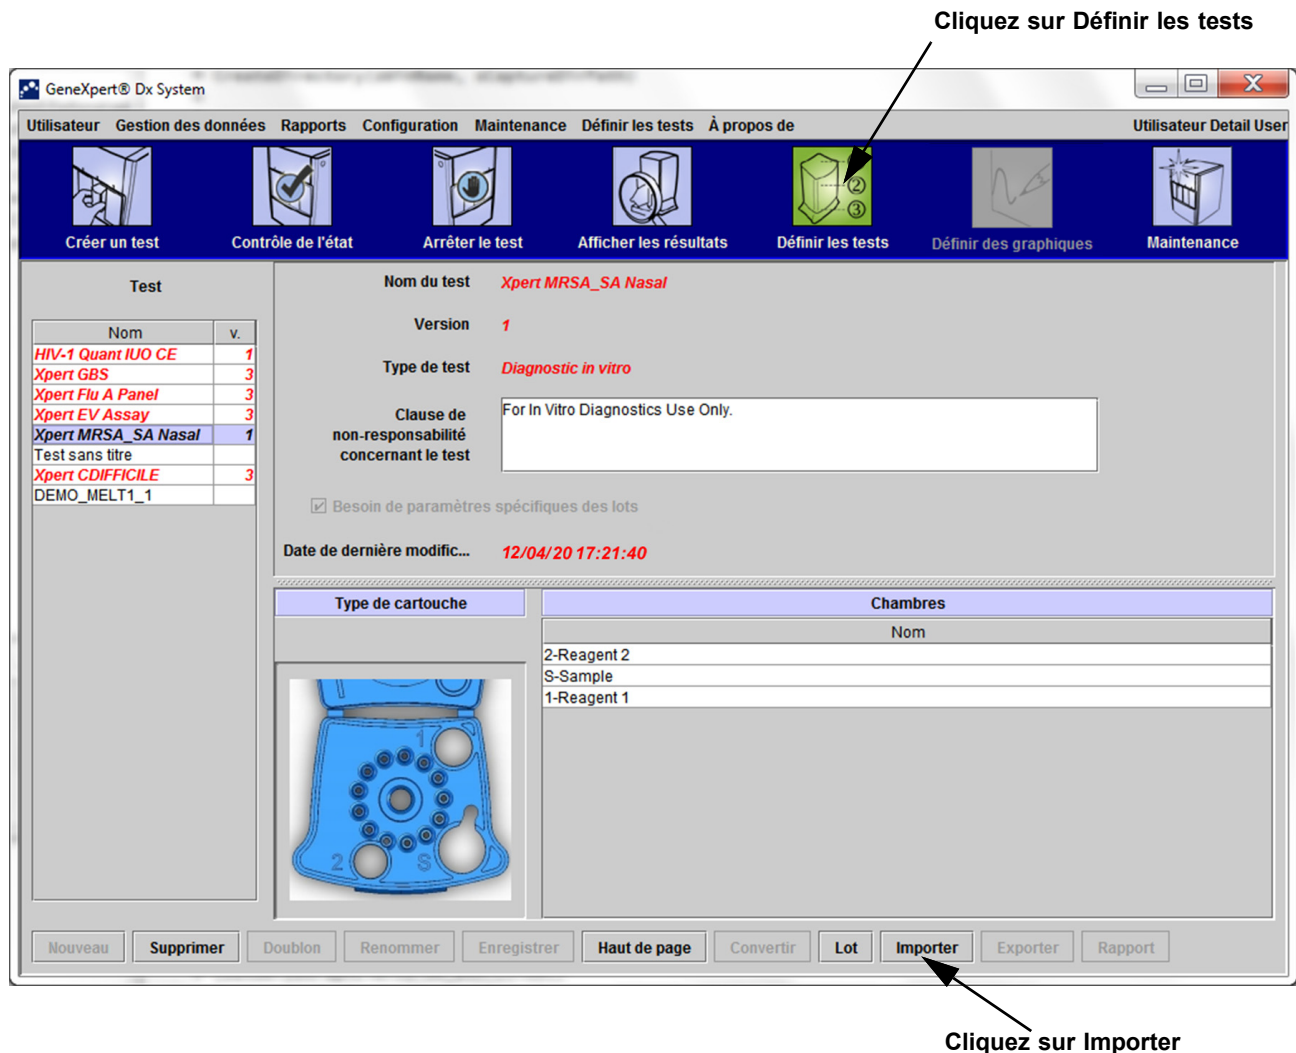

Figure 2-91. Système—Fenêtre Définir les tests (Vue Utilisateur Détail)
1. Dans la fenêtre GeneXpert Dx System, cliquez sur **Définir les tests** dans la barre de menus. La fenêtre Définir les tests apparaît. La Figure 2-93 illustre la fenêtre Définir les tests pour l'administrateur Système GeneXpert Dx. La fenêtre des utilisateurs Détail et De base dispose de moins de fonctions (voir Figure 2-91).